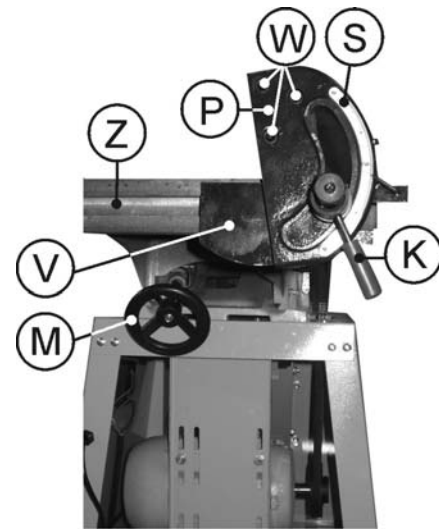

Рис. 11
- 8.3.1. Установите опору узла направляющей планки (V) на стол подачи машины (Z), Рис. 11.
8.3.2. Установите кронштейн со шкалой (S) на опору узла направляющей планки (V) и узел ручки фиксации направляющей планки (K), Рис. 11.
8.3.3. Закрепите направляющую планку (P) на кронштейне со шкалой (S) тремя болтами (W), Рис. 11.
- 8.4.1. Установите маховики (M) на подъемные винты регулировки высоты рабочего стола, совместив пазы маховиков и штифты винтов, Рис. 11.